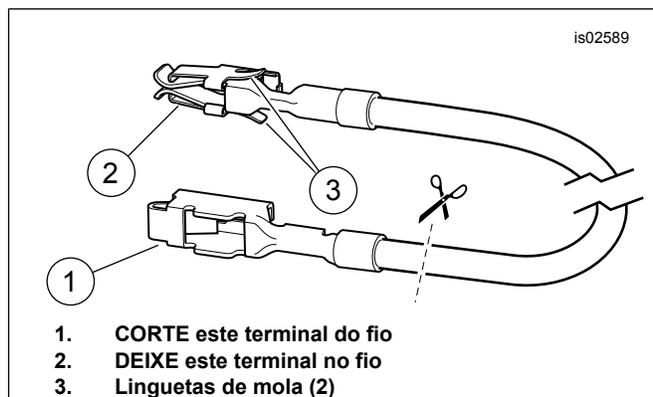

Figura 5. Fio adaptador do bloco de fusíveis (Dyna e Softail)
3. Veja Figura 12. Pegue o fio adaptador laranja/branco do bloco de fusíveis (11) do kit. Observe o terminal em cada extremidade (veja Figura 5). Somente o terminal com linguetas de mola caberá neste bloco de fusíveis. Corte cuidadosamente o terminal não usado do fio e descarte-o.